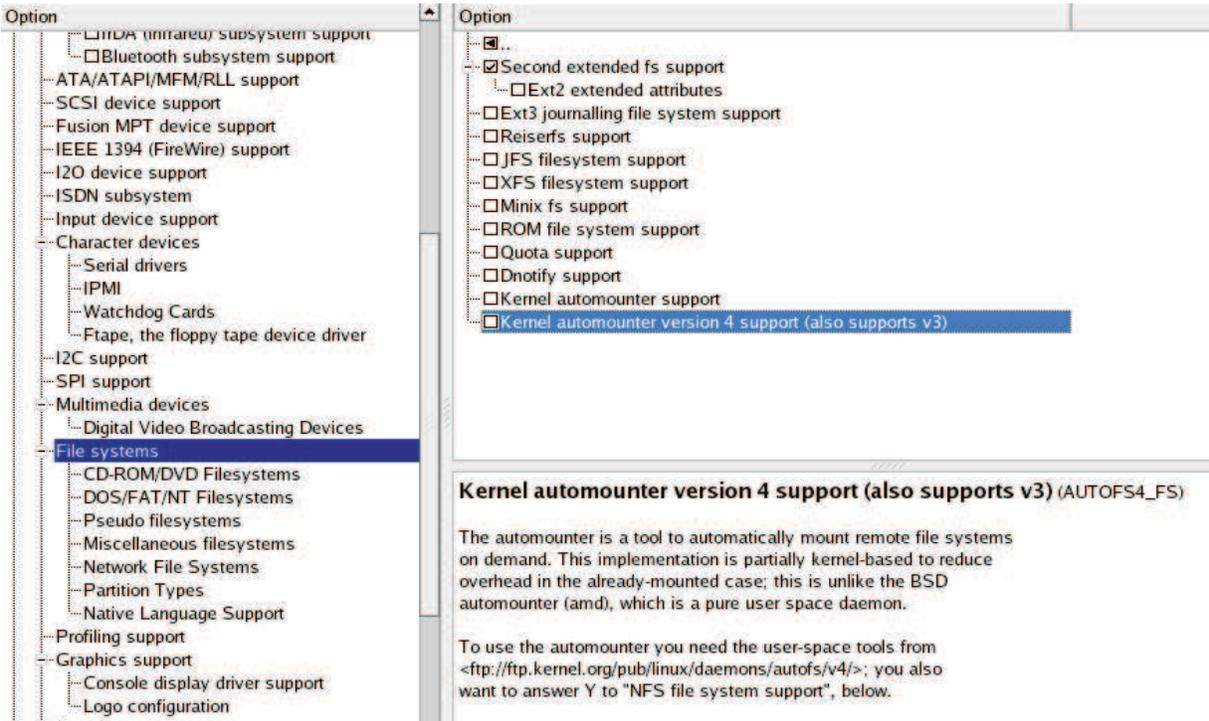

图 2. 禁用文件系统
11. 在 *Device Drivers* → *File systems* (文件系统) 下, 取消选中 *Ext3 journalling file system support* (Ext3 日志文件系统支持), *XFS file system support*, *Minix fs support*, *Dnotify support* 和 *Kernel automounter version 4 support* (内核自动加载版本 4 支持) 复选框以禁用文件系统支持。不要取消 *ext2* 文件系统支持的选中, 这是因为 *ext2* 文件系统用于初始化 RAM 磁盘。请见图 2。